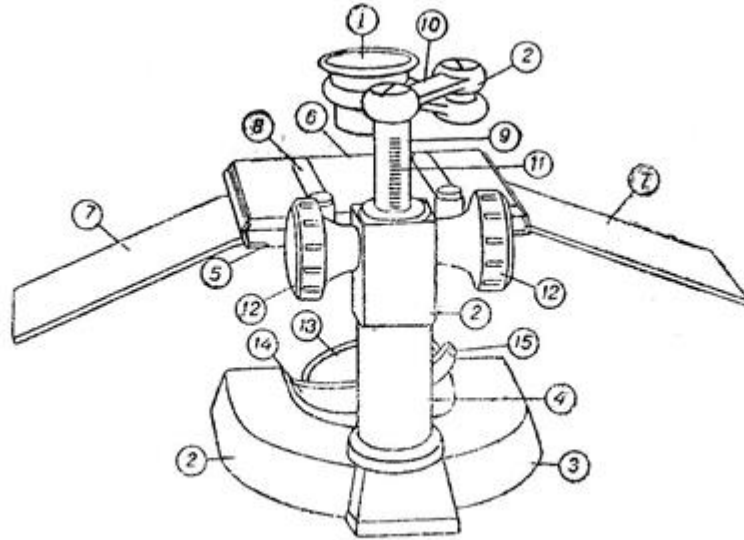

Abb. 1.
Die Hauptteile der Präparierlupe (Abb. 1) sind die abnehmbare Lupe (1) und das Stativ (2). Die Lupe ist zweilinsig, zehnfach vergrößernd.
An der Rückseite der "Klammer" werden zwei Löcher gebohrt. In jedes dieser Löcher wird eine Federklammer (8) eingesetzt (Abb. 1). Die Klammern dienen zur Befestigung der Diagonalgläser mit natürlichen Gegenständen auf dem Tisch. Die Stifte der Klammern dringen mit geringer Reibung in die Löcher der Halterung ein; daher können die Klammern bei Bedarf leicht zur Seite gezogen oder vom Schiebetisch entfernt werden.